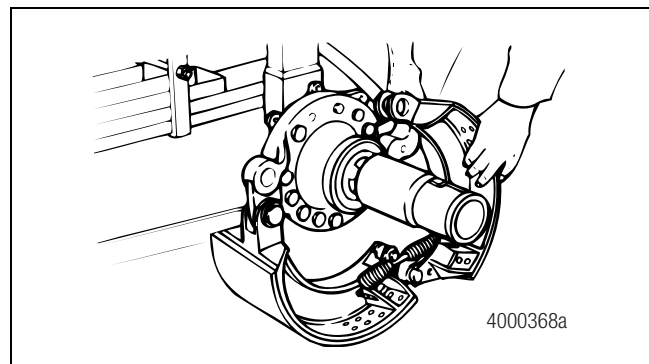

Figura 5.26
7. Instale en la zapata un nuevo resorte de retorno. Figura 5.26. Coloque la zapata superior en su posición, sobre la araña. Repita los Pasos 4 a 5.